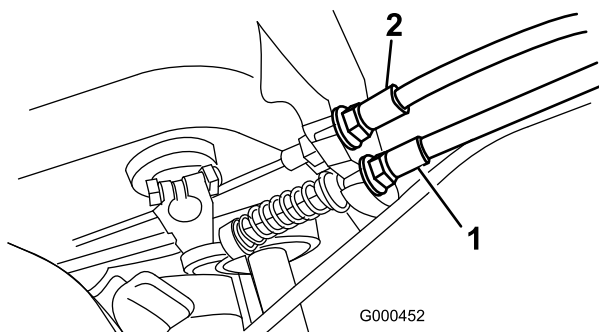

Figura 31
2. Para aumentar a tensão do cabo, desaperte a porca de bloqueio do cabo dianteiro e aperte a porca de bloqueio do cabo traseiro (Figura 31) até que seja obtida uma força de 2,7–4 kg, de maneira a que se possa engatar o travão. A força será medida no botão de controlo. Não ajuste demasiado ou poderá prender o travão de mão.